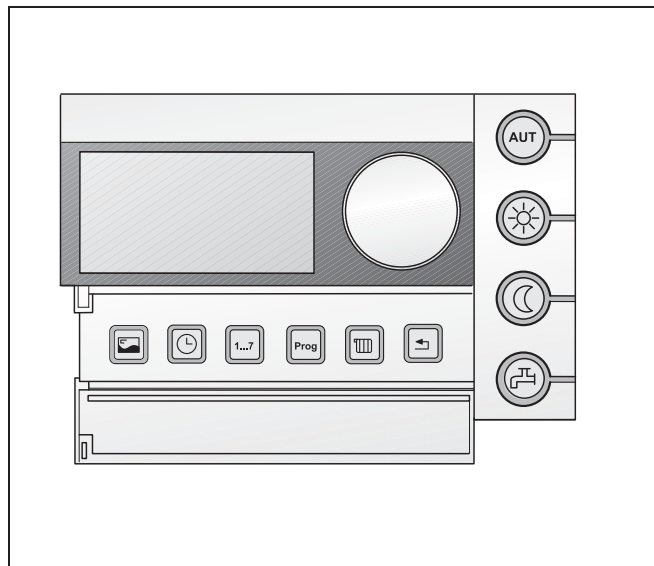

Рис. 19 Блок управления помещения RC30
- Выполнить установки на блоке управления помещения (например, RC30, см. рис. 19). Рекомендуется выполнить проверку следующих установок: